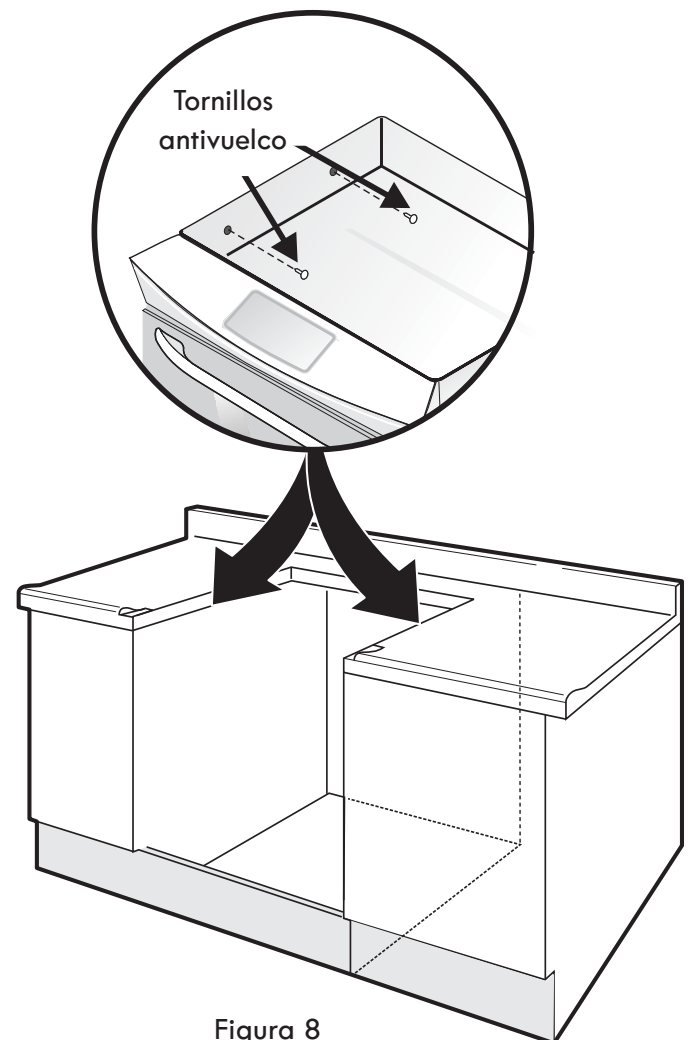

Figura 8
- B. Levante la tapa y fije la caja de hornillas al armario con estos tornillos para evitar que la estufa se vuelque (vea Figura 8).